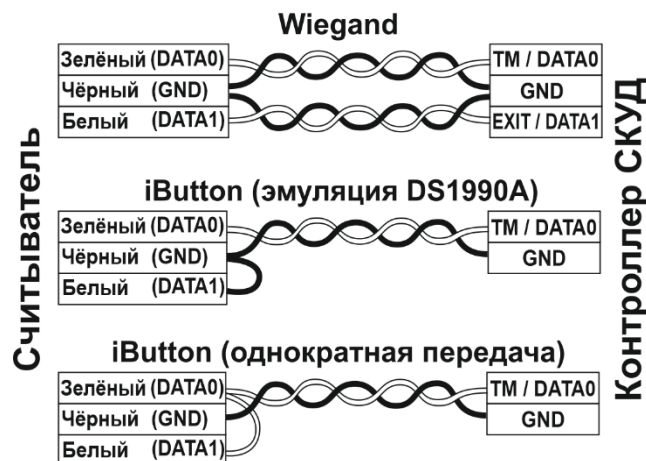

Рис.3 Выбор протокола передачи
- подсоедините провода к считывателю в соответствии с рис.2 и рис.3. При подключении питания загорается синий светодиод;
* Для обеспечения удаленности установки считывателя (указанной в характеристиках) необходимо использовать UTP кабель с витой парой (например, соответствующий стандарту CAT5e) (рис. 3).